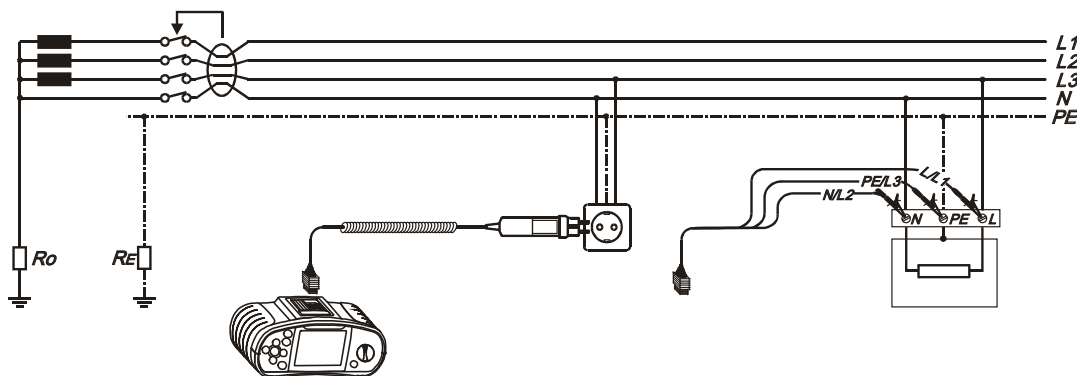

Abb. 5.15: Anschluss des Steckerprüfkabels bzw. des Universalprüfkabels
**Schritt 3** Befolgen Sie zur Durchführung der Berührungsspannungsmessung den Anschlussplan in Abb. 5.15. Benutzen Sie bei Bedarf die **Hilfe**-Funktion.
**Schritt 3** Befolgen Sie den Anschlussplan in Abb. 5.15 (siehe Abschnitt **Berührungsspannung**), um die Messung der Auslösezeit durchzuführen.
**Schritt 3** Befolgen Sie den Anschlussplan in Abb. 5.15 (siehe Abschnitt **Berührungsspannung**), um die Messung des Auslösestroms durchzuführen. Benutzen Sie bei Bedarf die **Hilfe**-Funktion.
**Schritt 3** Befolgen Sie den Anschlussplan in Abb. 5.15 (siehe Abschnitt **Berührungsspannung**), um die automatische Prüfung der Fehlerstrom-Schutzeinrichtung durchzuführen. Benutzen Sie bei Bedarf die **Hilfe**-Funktion.